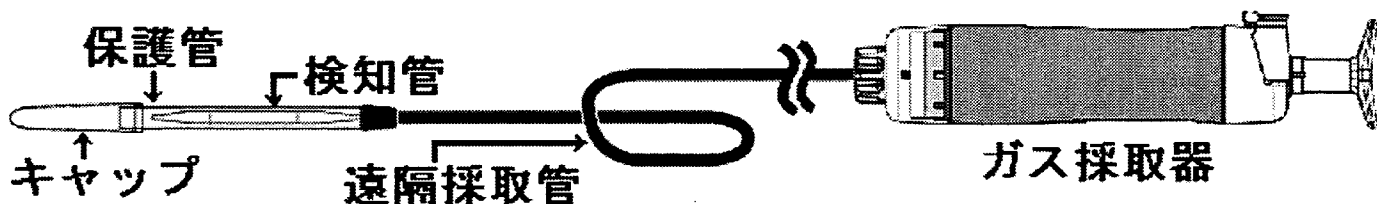

図. 2 遠隔採取管の接続方法
(1) ガス採取器の検知管取付口から取付ネジと取付ゴム管をはずし、遠隔採取管を図. 2のように接続します。